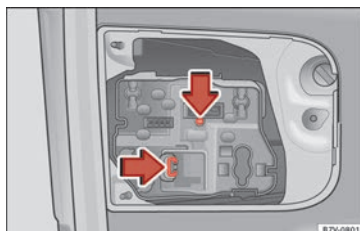

Fig. 112 En el portón trasero: retirar el portalámparas.
4. Presione las lengüetas de bloqueo en el sentido de la flecha » **fig. 112** y extraiga el portalámparas.